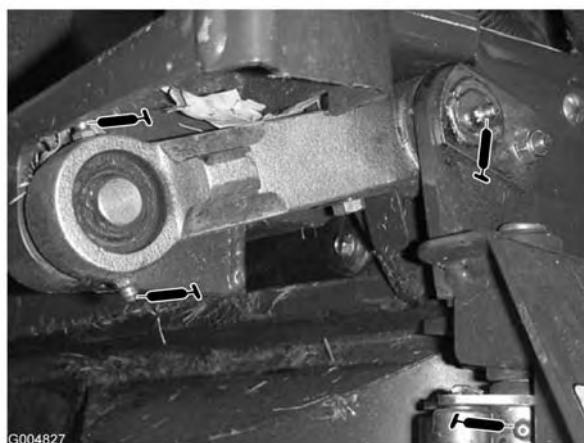

Figura 38
- Pivote del acoplamiento inferior (2) (Figura 38)
- Pivote del enganche (2) (Figura 38)
- Pivote del acoplamiento superior (4) (Figura 38)